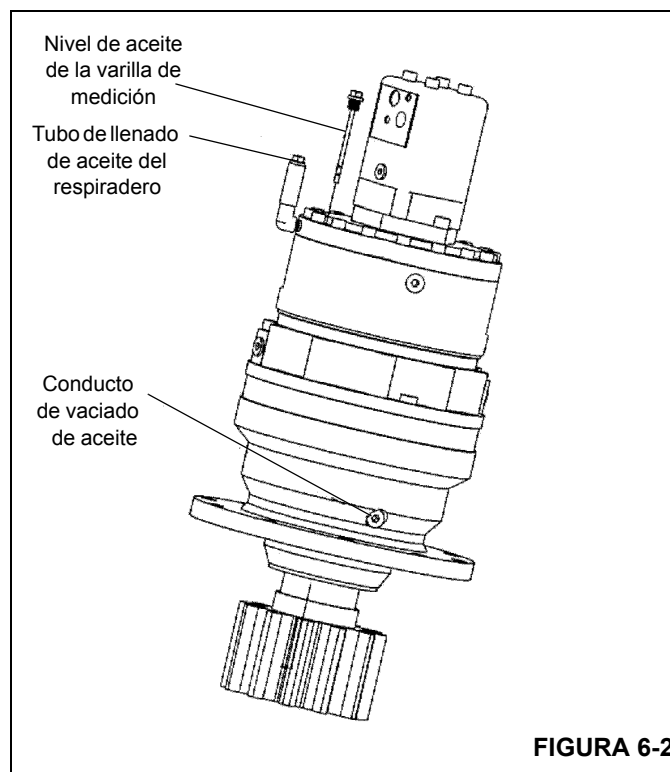

FIGURA 6-2
4. Para volver a llenar con aceite (vea la Figura 6-2), asegúrese de que el respiradero esté abierto. Inserte el aceite a través del tubo de llenado de aceite del respiradero hasta que alcance la ubicación correcta en la varilla de medición.